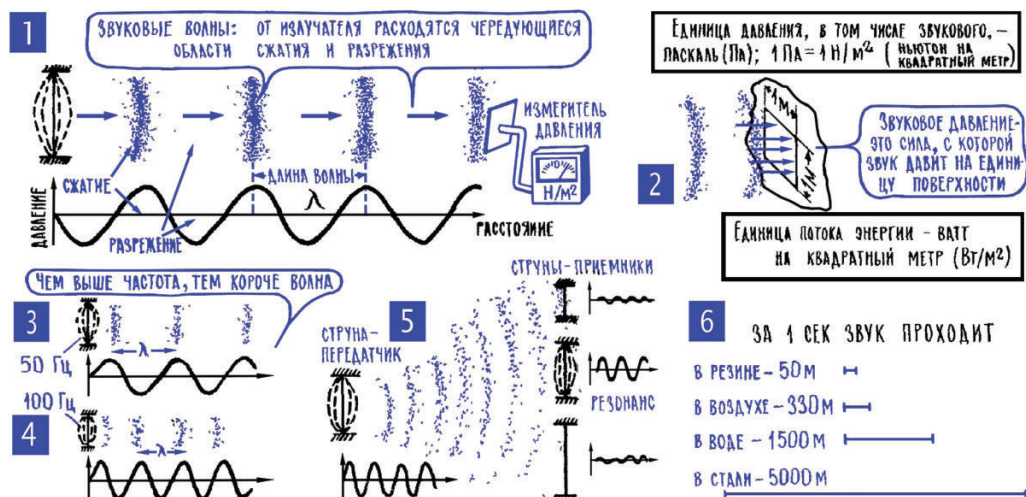

Рис. 7.2. Звуковые волны
7. В процессе колебаний струна излучает звуковые волны. Вы тронули гитарную струну, она пришла в движение, увлекла за собой окружающий воздух, и во все стороны от струны пошли звуковые волны. Их рождение в самом упрощенном виде можно представить себе так. Двигаясь вперед, струна сжимает впереди себя воздух, создает повышенное давление. Разумеется, область с повышенным давлением не может оставаться изолированной, давление передается соседним участкам, и от струны катится вал сжатого воздуха (рис. 7.2).
8. Основные характеристики звука: период, частота, скорость, звуковое давление, сила звука. Попробуем поставить на пути звуковой волны измеритель давления – манометр. Причем отрегулируем его так, чтобы прибор показывал только изменение давления по сравнению с атмосферным. Это значит, что при нормальном атмосферном давлении манометр будет показывать ноль, при некотором сжатии воздуха стрелка прибора пойдет вправо, при разрежении – влево (рис. 7.2; 1). А под действием звуковой волны стрелка будет все время отклоняться от нуля то влево, то вправо. Если бы мы успевали следить за всеми движениями стрелки и построили бы график звукового давления, то он оказался бы точной копией графика свободных колебаний струны. А разве могло быть иначе? Звуковая волна рождена колеблющейся струной, поэтому изменение давления в любой точке, куда приходит звук, в точности повторяет все действия струны по сжатию и разрежению воздуха.
Другая характеристика звука – скорость распространения – не требует, по-видимому, особых пояснений. Нужно лишь отметить, что в воздухе скорость звука при 0 °С – около 330 м/с, что с повышением температуры она несколько повышается и что в других средах скорость звука может быть во много раз больше или меньше, чем в воздухе (рис. 7.2; 6).
Зная скорость звука и его частоту, можно найти еще одну характеристику – *длину звуковой волны*. Длина волны – это то расстояние, которое волна успевает пройти за время одного полного периода колебаний. Так, например, при частоте 1 Гц, то есть при периоде 1 с, длина волны составит в воздухе 330 м, в воде – около 1,5 км, в стали – 5 км, в резине – всего 50 м. С увеличением частоты длина волны, конечно, уменьшается: чем меньше длится период, тем меньшее расстояние успеет пройти волна (рис. 7.2; 3, 4).
10. Струна-излучатель и струна-приемник образуют простейшую линию звуковой связи. Двигаясь в пространстве, звуковая волна натывается на разные предметы, частично отражается от них, а частично отдает им свою энергию. Давайте для определенности предположим, что звуковая волна наткнулась на какую-нибудь струну. Сначала область повышенного давления волны двинет струну вперед, затем область пониженного давления потянет ее назад, затем опять повышенное давление, опять вперед, и снова пониженное давление, снова назад... Одним словом, звуковая волна, отдавая такой струне-приемнику часть своей энергии, заставит ее совершать колебания (рис. 7.2; 5). С какой частотой? Конечно, с частотой самого звука, то есть с частотой струны-передатчика. Потому что именно струна-передатчик определяет, насколько часто сменяют друг друга сжатия и разрежения в звуковой волне, насколько часто эта волна будет двигать вперед-назад нашу струну-приемник. И ее колебания, в отличие от собственных, свободных колебаний, называют вынужденными – струна-приемник вынуждена двигаться именно с той частотой, которую навязывает ей звуковая волна.
Можно настроить струну-приемник в резонанс с частотой звука, и в этом случае амплитуда колебаний струны резко увеличится. Первая же порция звуковой энергии заставит струну совершать свободные колебания, и все остальные действия звуковой волны будут поддерживать эти собственные колебания. Теперь достаточно будет даже очень слабого звука, чтобы сильно раскачать струну (рис. 7.2; 5).
Попав в ушную раковину, звуковые волны пробегают извилистый слуховой проход (его длина около 2,5 см) и, попав на барабанную перепонку, приводят ее в движение (так же, как звук заставлял двигаться струну-приемник; рис. 7.2). Движение барабанной перепонки через систему косточек (молоточек, наковальня, стремечко, общая масса около 0,05 г) передается в самый главный отдел внутреннего уха – в улитку. Такое название эта «деталь» получила потому, что у млекопитающих она похожа на спиралевидный домик улитки (постепенно сужающаяся трубка длиной около 3 см, закрученная на 2,7 оборота). У животных, которые стоят на низших ступенях развития, улитки еще нет, ее место занимает более простая «деталь», похожая на изогнутую луковицу.